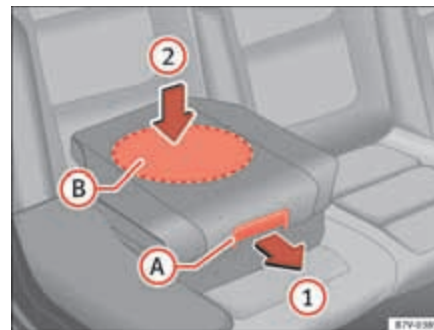

Fig. 34 Asiento integrado para niños: bajar el cojín.
- Tire del cojín hacia delante por la palanca de desbloqueo ⇒ fig. 34 (A) en la dirección de la flecha ①.
- Empuje el cojín hacia abajo por la zona central (B) en la dirección de la flecha ② para que encastre de forma segura ⇒ ④. Los soportes laterales se abaten automáticamente.
Al bajar el asiento integrado para niños, presione sólo sobre el centro del cojín ⇒ página 57, fig. 34 ②. De lo contrario, el cojín se podría torcer y no encastrar correctamente. ■